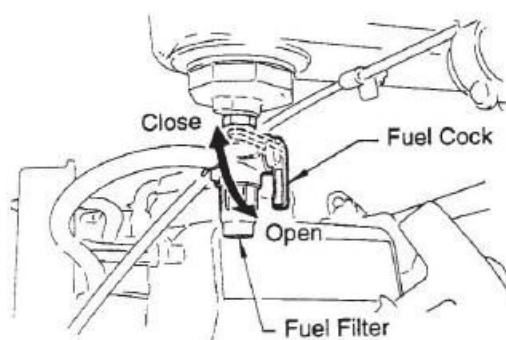

Рис. 5 Клапан подачи топлива
Смотрите рисунок 5.
1. Откройте клапан подачи топлива (Рис. 5), переведите переключатель двигателя start/stop (Рис. 4) в положение "Start".